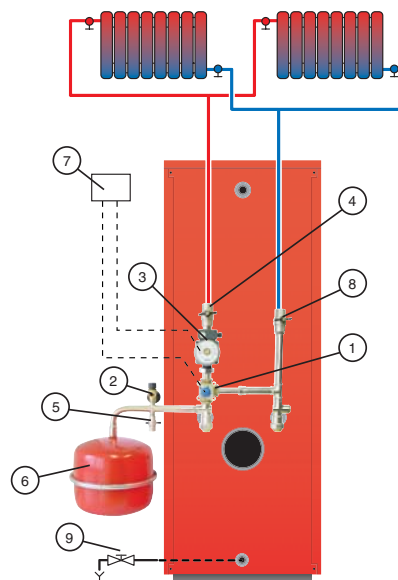

fig. 18 : Raccordement chauffage
2. Remplir le circuit chauffage en ouvrant les vannes 4, 5 et 8 et veillez à ne pas dépasser la pression de 2 bar. (fig. 18 page 13)